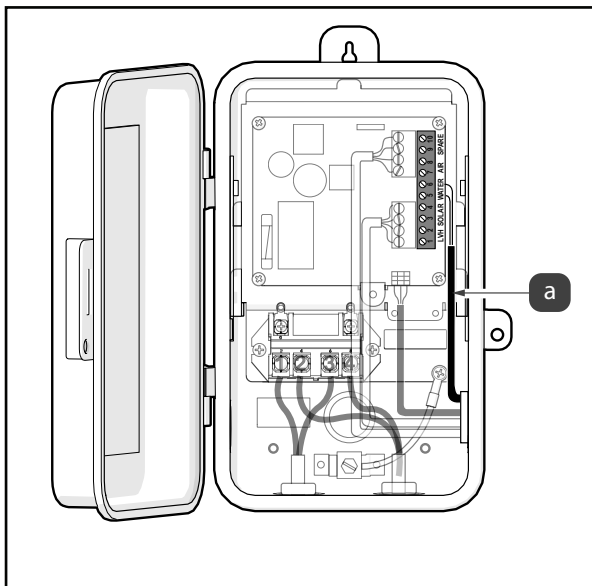

Figure 7. Câblage basse tension raccordé
4. Installez les câbles basse tension. Installez les fils pour les connexions du capteur de température à travers la débouchure latérale, reportez-vous à la Figure 7 (a).